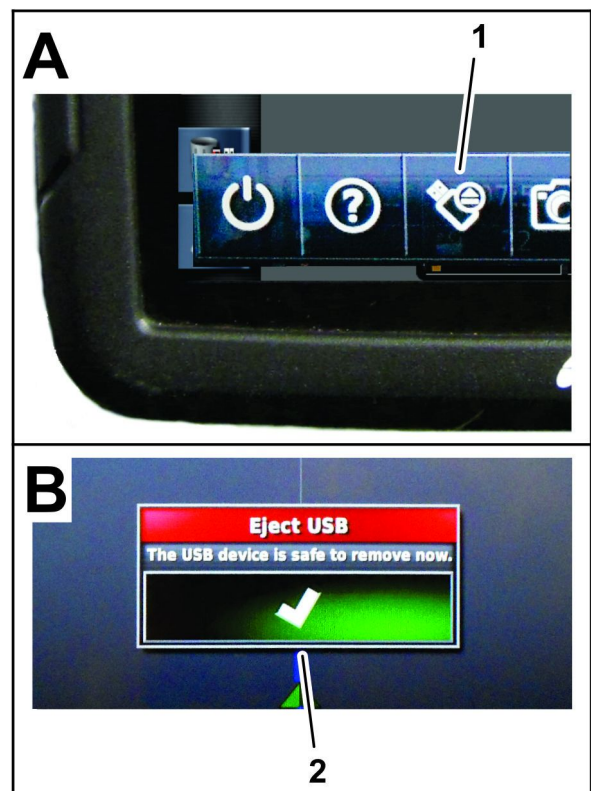

図 90
8. 画面をスワイプしてフローティングメニューバーを出す 図 90。
9. USB 取り出しアイコンを押す 図 90。
10. USB ダイアログボックスで承認アイコンを押し、モニタから USB 記憶装置を取り外す 図 90。